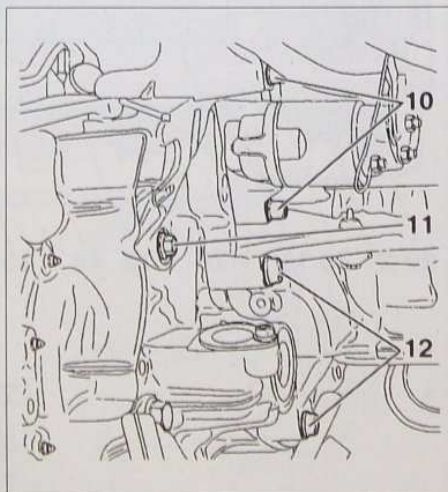

FIG. 14
- les écrous de fixation du catalyseur sur le moteur et la boîte de vitesse (7).
- le catalyseur (8).
- la vis située derrière entre le carter moteur et le carter de boîte (9).
- les 2 vis (10) (Fig.14).
- la vis (11)
- les 2 vis (12)